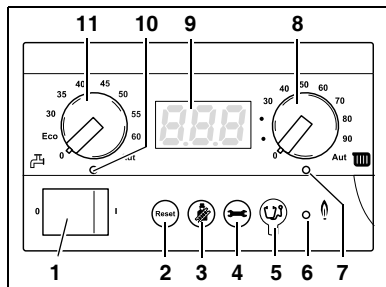

Fig. 6 Regolatore di base BC10
Il LED "Richiesta di calore" (fig. 6, **pos. 7**) è acceso se mediante la regolazione viene richiesto un apporto termico (ad esempio, quando i locali da riscaldare si sono eccessivamente raffreddati).
Con la manopola per la temperatura massima dell'acqua della caldaia (fig. 6, **pos. 8**) è possibile impostare il limite superiore della temperatura dell'acqua della caldaia. L'unità di misura sono $^{\circ}\text{C}$.
Sul display (fig. 6, **pos. 9**) è possibile leggere lo stato e i parametri dell'impianto di riscaldamento. In caso di disfunzione il display ne visualizza il codice corrispondente. Se si tratta di una disfunzione bloccante, il codice lampeggia.